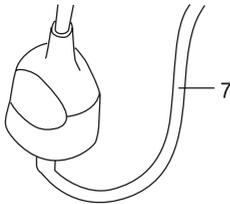

Fig. 22
3. Ligue o cabo de alimentação (7) à tomada do cabo de extensão. (Fig. 22)